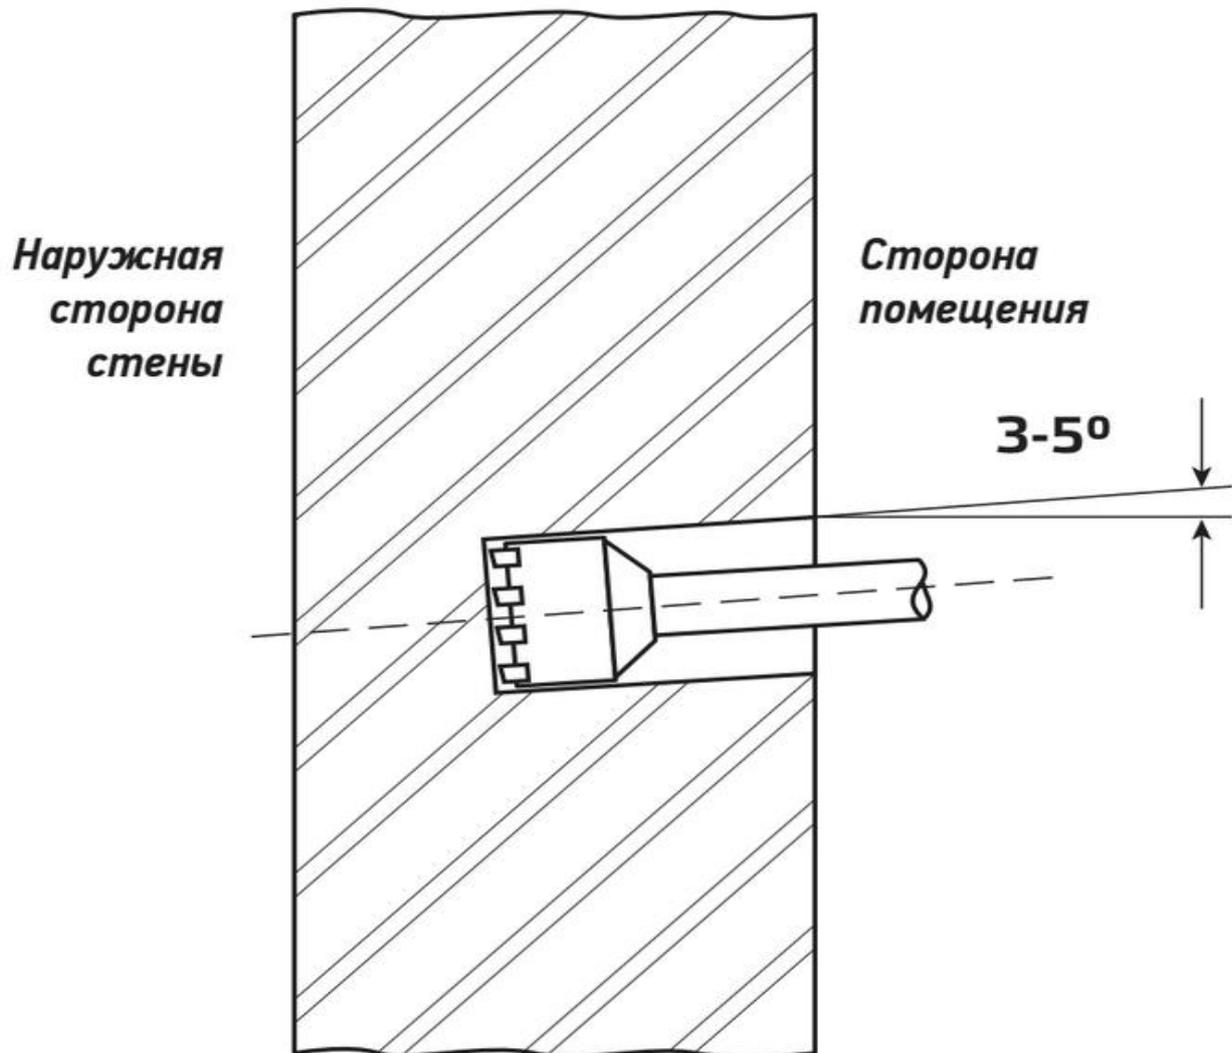

Рис.4. Прокладка канала воздуховода в стене
4.4.5. Пробурить канал воздуховода диаметром 132 мм согласно разметке. Обязательно использование промышленного пылесоса для удаления продуктов бурения и пыли в месте бурения см. рис. 4.